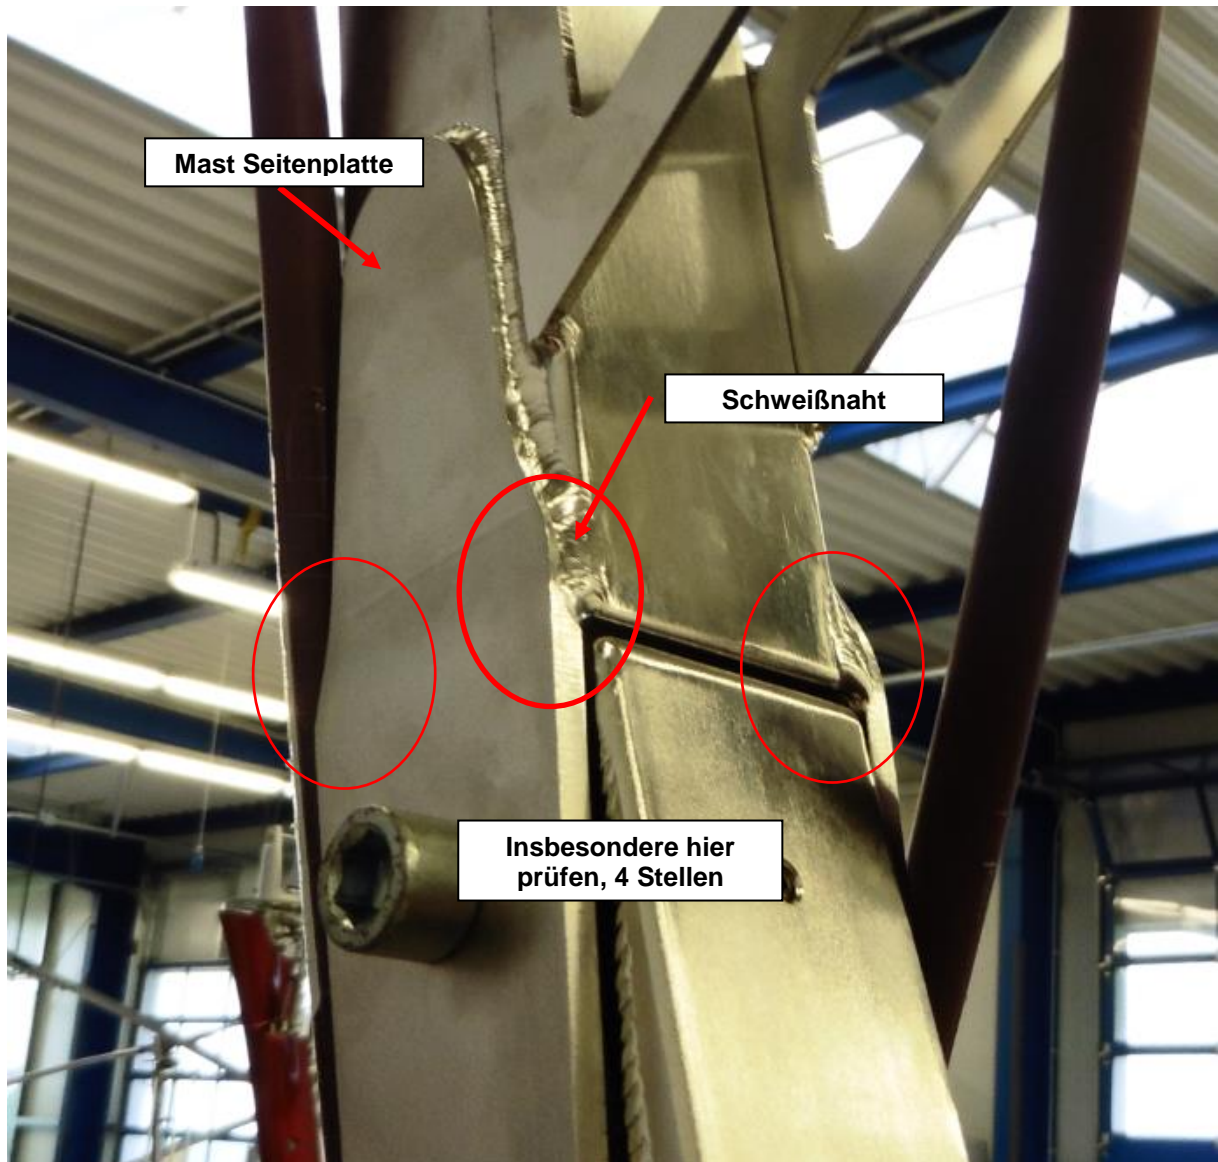

Fig 1: Calidus Mastoberteil Verbindung
Das Ziel des Service Information Letters ist, die Notwendigkeit der Kontrolle dieses Bereiches hervorzuheben (siehe Abb. 1).
- Prüfen der oberen und unteren Seitenplatten auf Risse (siehe Abb. 1 und 2).
- Prüfen aller Schweißnähte auf Risse (siehe Abb.1)